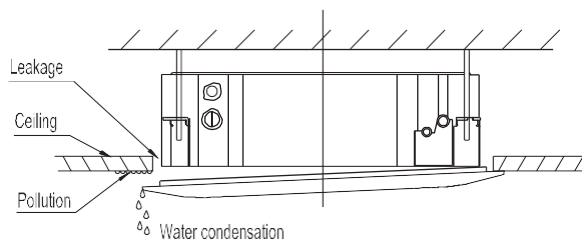

Fig. 1-12
- Die in Abb.1-12 gezeigte Fehlfunktion kann entstehen, wenn die Schrauben nicht richtig dicht angezogen sind.